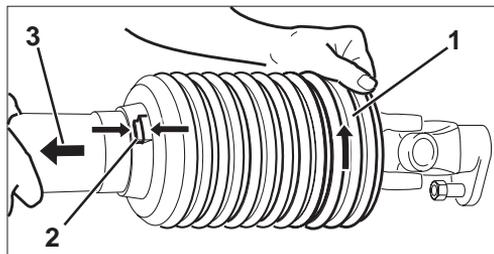

Рис. 5.4
- Чехол (Рис. 5.4/1) проверните в монтажное положение (Рис. 5.4/2).
- Снимите половину защиты (Рис. 5.4/3).